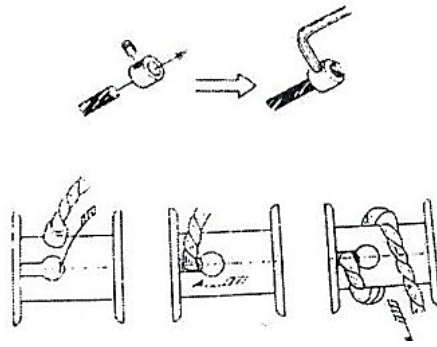

Рис. 4
**Монтаж троса для лебедки 2 – 3 т** (см. рисунок 4) - вставьте конец троса через муфту до конца на 10 мм, плотно затяните фиксирующий винт с шестигранной головкой. Вставьте муфту троса в отверстие на барабане и наденьте муфту троса на паз.